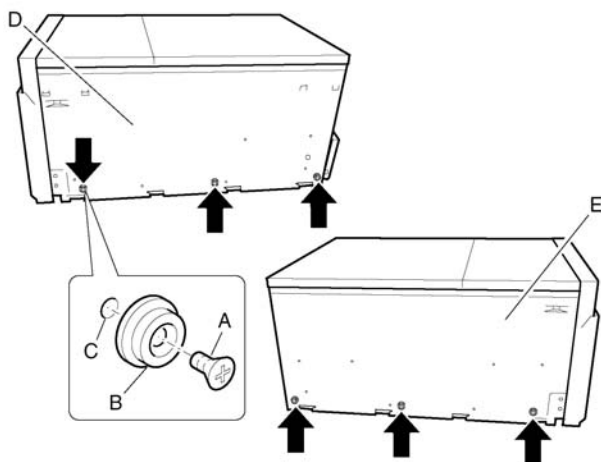

Figura 65 – Montaggio delle boccole
- 1 Inserire una vite (Figura 65, A) in una delle boccole (Figura 65, B), quindi inserirla in un foro di montaggio (Figura 65, C) sulla parete destra del telaio dello chassis (Figura 65, D). Serrare la vite.
- 2 Ripetere il punto 1 per i restanti fori di montaggio sulla parete destra del telaio (Figura 65, D) usando lo schema indicato in Figura 65.
- 3 Attaccare le tre boccole alla parete sinistra del telaio dello chassis (Figura 65, E) nello schema mostrato in Figura 65 mediante la stessa procedura descritta al punto 1.